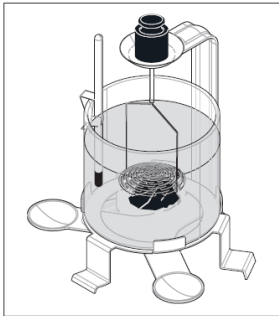

Figure 4.2-4
- Wenn die Dichte des zu messenden Festkörpers geringer als die Dichte der Hilfsflüssigkeit ist, verwenden Sie die Halterung für schwimmende Festkörper (wenn nötig mit weiteren Gewichten). Tauchen Sie den zu messenden Festkörper komplett unter der Hilfsflüssigkeitsoberfläche ein, siehe Abbildung 4.2-4.